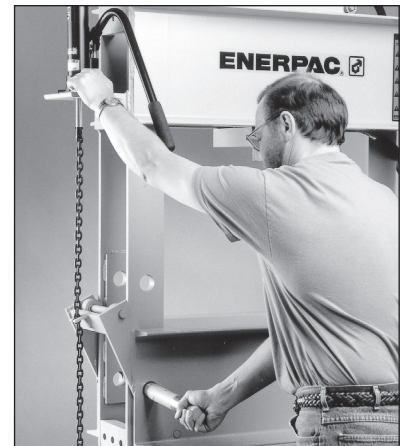

Figura 10
10. Abra lentamente la válvula de alivio en el gato de elevación del banco, bajando el banco de la prensa hasta que los restantes agujeros para pasador de banco estén alineados. Cierre la válvula de alivio en el gato de elevación del banco e inserte el pasador de banco. Consulte la Figura 10.